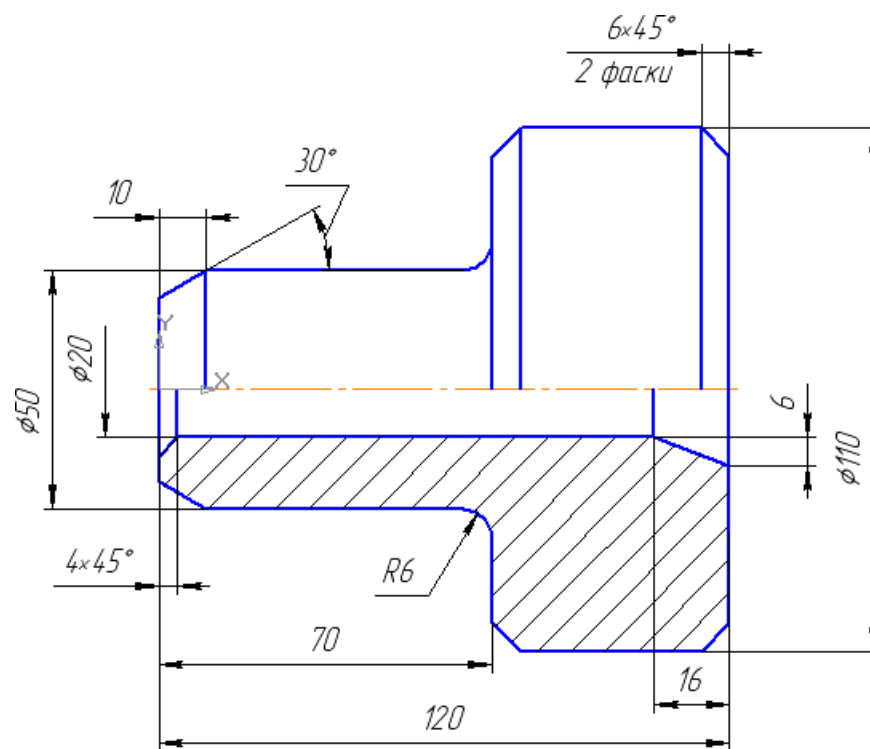

Рис. 29
Получаем новый чертеж, рис. 29.
7. Выполните чертеж, показанный на рис. 90. Изображение детали (рис. 29) перевернуто.